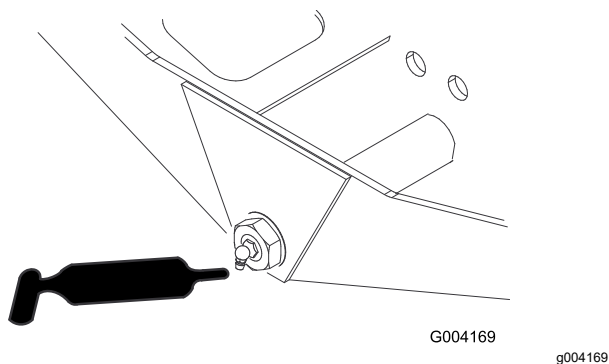

**Figura 70**
- Pivote de dirección del eje (1) (Figura 70)